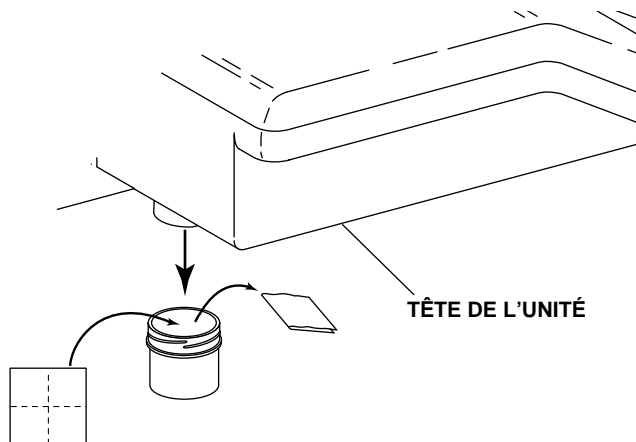

Figure 10. Réceptacle d'huile
1. Retirer le réceptacle d'huile de l'unité et jeter l'ancienne gaze (voir figure 10).